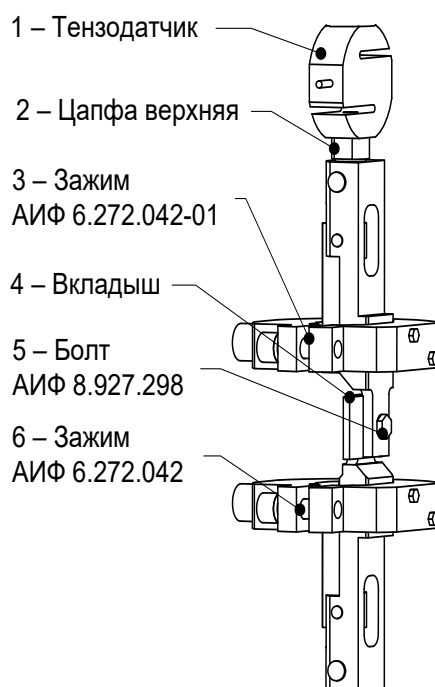

Рисунок 4 – Компенсация механики
- 4) затянуть болт 5 (см. рисунок 4, страница 8)